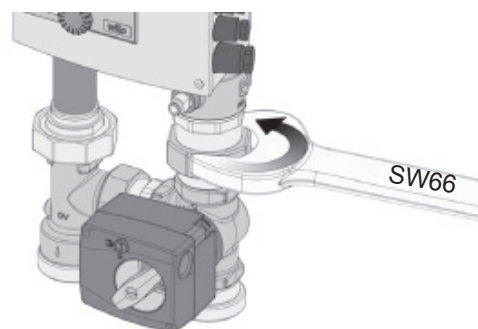
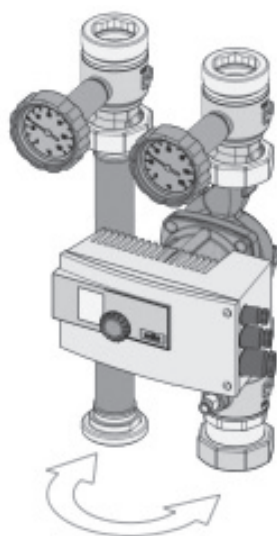

Рис. 7
Рис. 8
2. „Regumat M3-180 plus“: Отвинтить накладки на трехходовом смесителе с помощью ключа SW66 и снять его. Поменять местами насосную и линию с фланцевой трубкой (рис. 7, рис. 8).
3. „Regumat S-180 plus“: Вытащить насосную линию и линию с обратным клапаном из настенного крепежа и поменять местами (рис. 8).